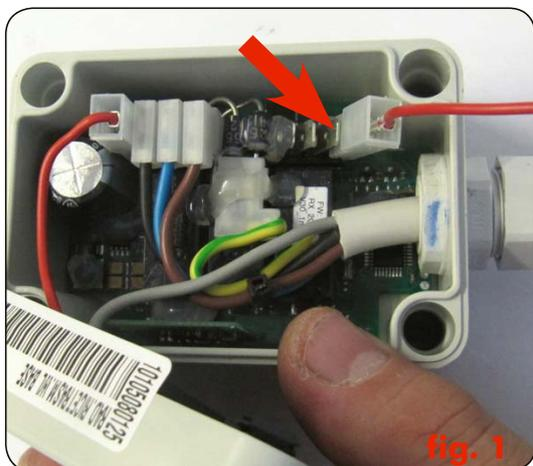
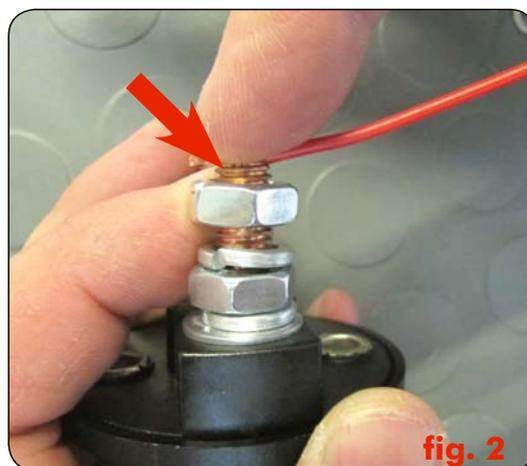

fig. 1
fig. 2
3. Con un conduttore elettrico collegare il faston sulla scheda ricevitore in posizione 1 (vedi dettaglio fig. 1) e al positivo dello staccabatteria (vedi dettaglio fig.2).